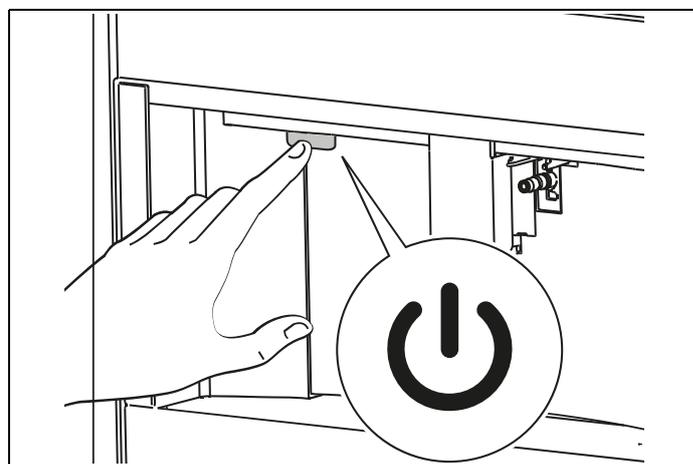

Fig. 23
- Pour allumer l'appareil, appuyez sur le bouton  (A7- Fig. 23) : message **Chauffage en cours Veuillez patienter**, s'affiche à l'écran.
- Pour éteindre l'appareil, appuyez sur le bouton  (A7-Fig. 23).
- 1) Éteignez d'abord l'appareil en appuyant sur le bouton  (A7-Fig. 23) ;
Utilisez cette fonction pour fournir de l'eau chaude depuis les becs à café (A13) afin de nettoyer et chauffer le circuit interne de l'appareil. Placez un récipient d'une capacité minimale de 100 ml sous l'écoulement du café et de l'eau chaude (Fig. 23).